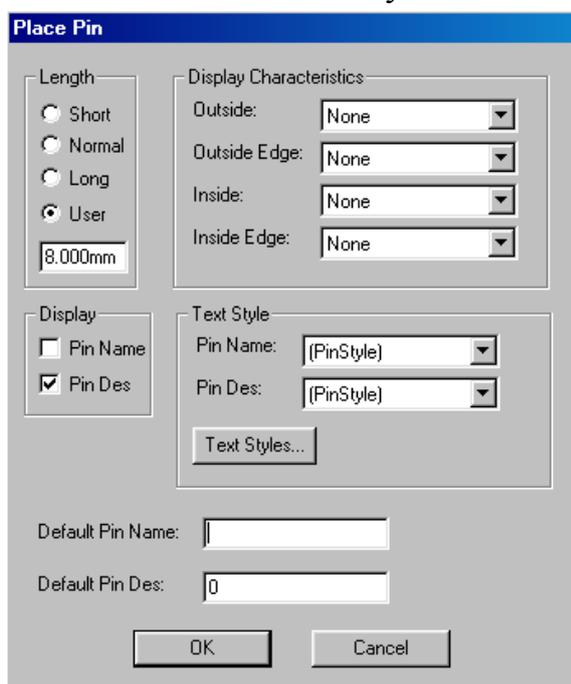

Рис. 1.2. Настройка отображения имен контактов
7. Настроить отображение имен контактов: в поле **Display** включить метку **Pin Des** (позиция контакта) и выключить метку **Pin Name** (имя контакта). В поле **Default Pin Des** (отсутствующая позиция контакта) вставить 0. Нажать на кнопку **OK**. Результат представлен на рис. 1.2.